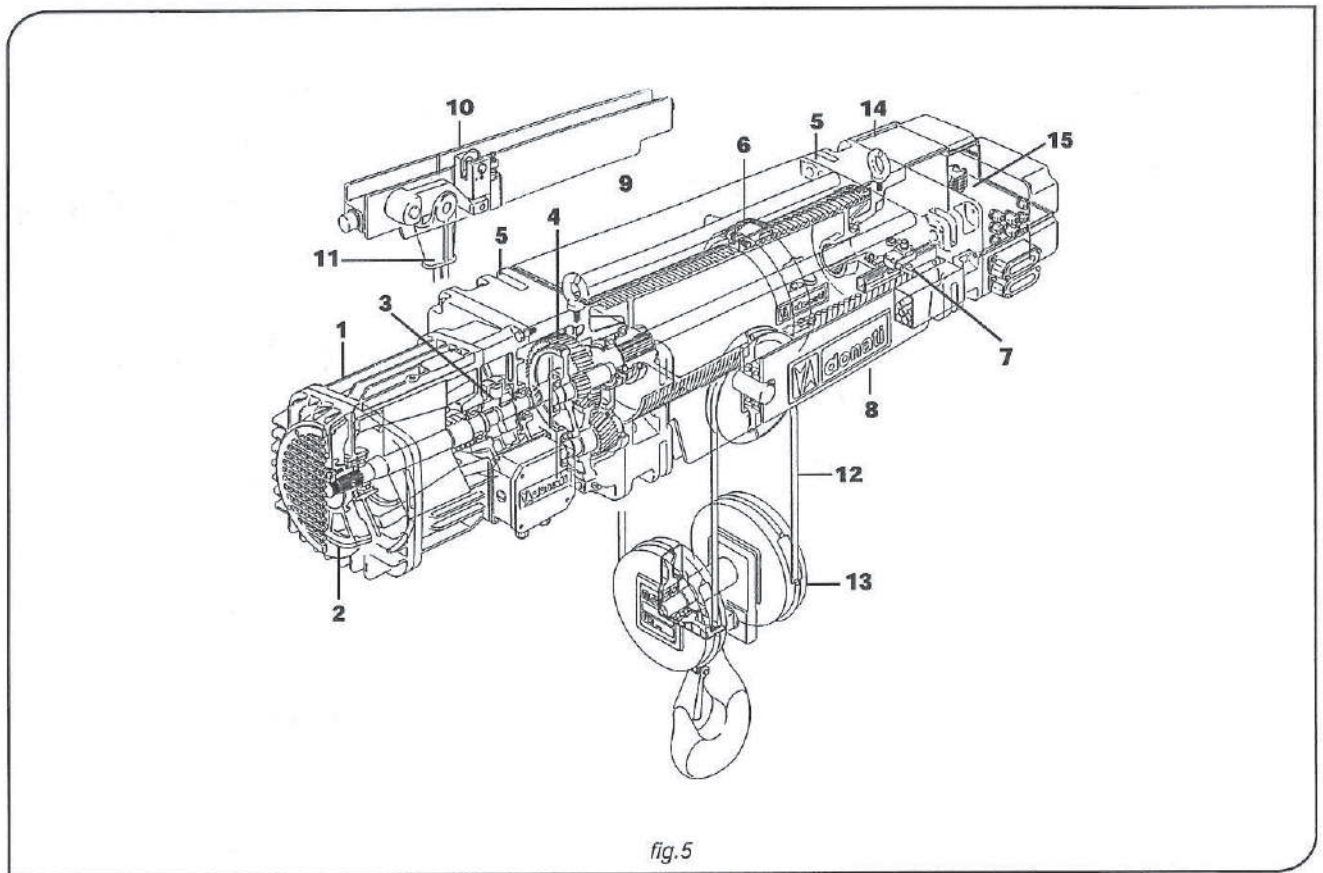

fig.5
2.1.3 Las partes del montacargas eléctrico a cuerda DRH (fig. 5)